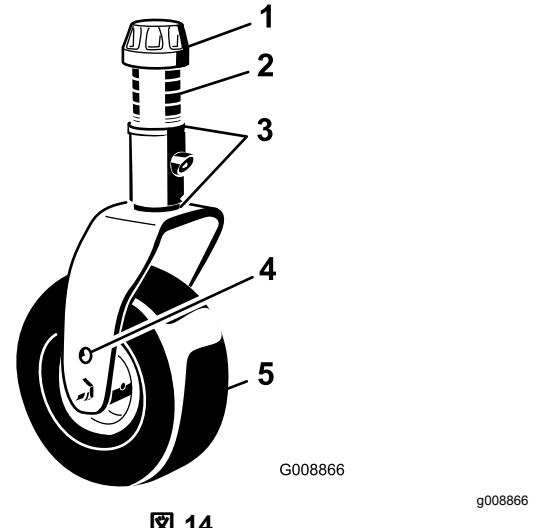

図 14
11. 刈高がステッカー 図 14 と合わない場合には、シムをキャスタフォークに取り付けて調整する; カッティングユニットのピッチの調整(ページ 13)を参照。